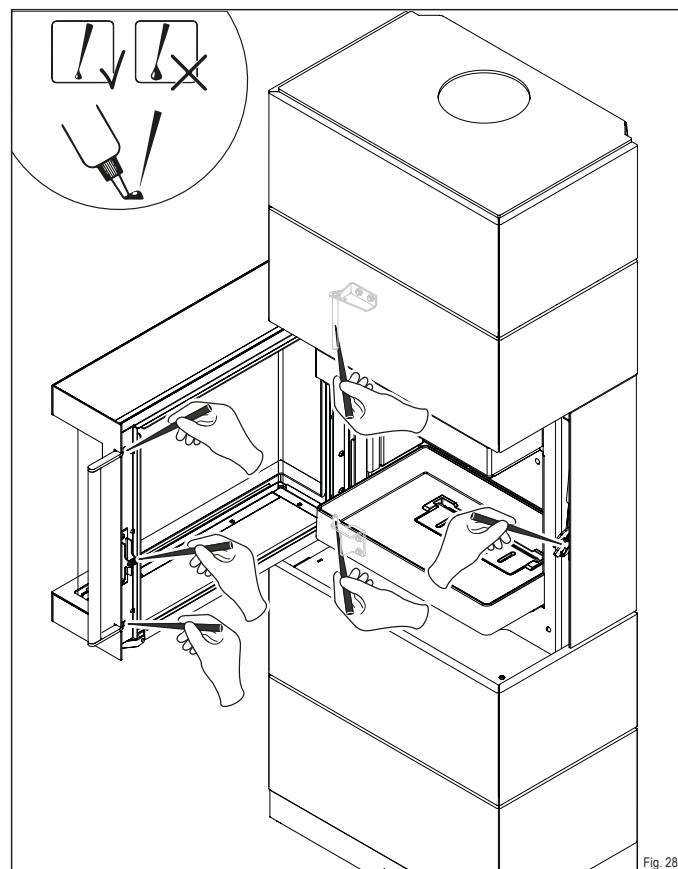

Fig. 28
- Lubrifiez les points avec la graisse spéciale de la Startbox (Fig. 28).